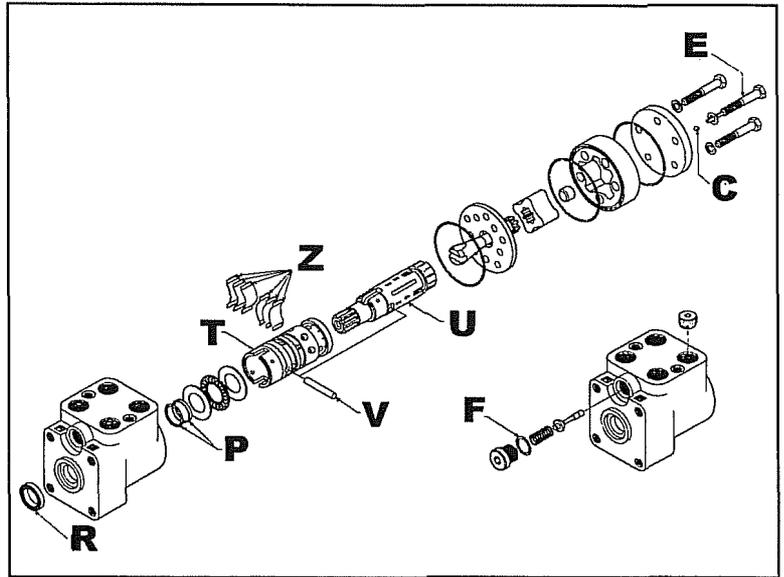
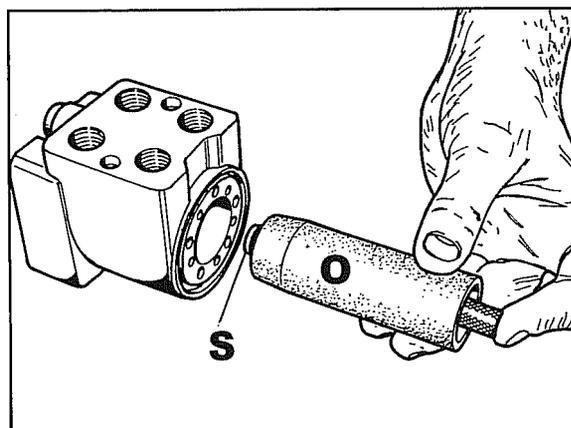
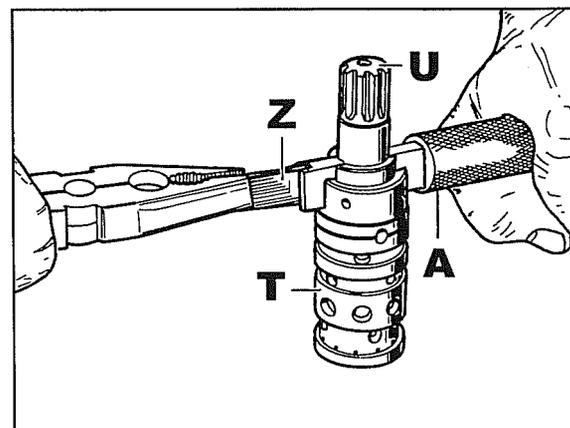

Fig. 61
Fig. 64
Fig. 65
4. La fig. 61 montre les composants de la direction hydraulique.
- Se servir de l'outil spécial **O** fig. 64 pour le montage de l'anneau Combi **P** et de l'anneau pare-poussière **R** fig. 61 et 63.
- a. Disposer l'anneau sur l'axe interne **S** fig. 64 de l'outil.
- b. En maintenant l'axe interne enfoncé comme le montre la fig. 64, mettre l'anneau en place.
- Prémonter le cylindre distributeur central (pièces **T-U** fig. 61 et 65) en introduisant la goupille **V**, puis monter les ressorts **Z** (fig. 61 et 65) comme illustré dans la fig. 65. Pour introduire les ressorts il faut se servir de l'outil spécial **A**.
La goupille **V** fig. 61 et 67, doit être perpendiculaire à ce plan comme indiqué dans la fig.67_1.
- Positionner la vis **E** et la bille **C** fig. 61 dans le trou **D** fig. 67.
- L'anneau d'étanchéité **F** fig. 61 et 63, composant le jeu d'anneaux d'étanchéité sera utilisé pour remplacer l'anneau du bouchon de la soupape de sûreté.